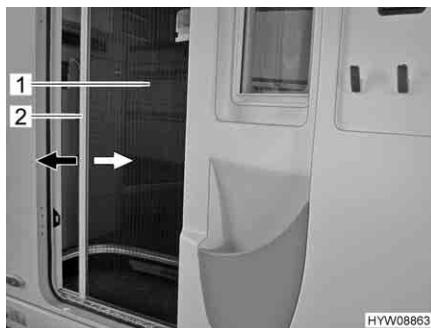

Fig. 46 Protezione contro gli insetti (porta di ingresso)
- Afferrare la barra di presa (Fig. 46,2) con entrambe le mani ed estrarre con movimento uniforme la protezione contro gli insetti (Fig. 46,1) dall'alloggiamento della porta.
- Afferrare la barra di presa (Fig. 46,2) con entrambe le mani e spingere la protezione contro gli insetti (Fig. 46,1) nell'alloggiamento della porta esercitando una leggera pressione.